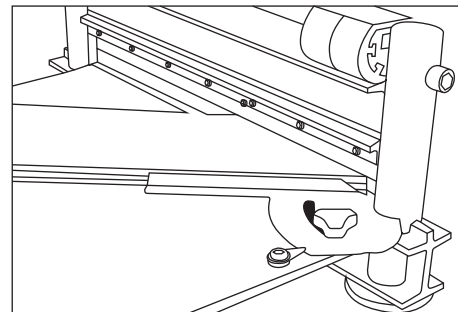

FIGURE 5
1. Pivoter l'attache d'angle à 45°. Insérer le matériau entre la lame de coupe et la base, contre l'attache d'angle comme illustré (Fig. 5), puis pousser le manche vers le bas pour couper le matériau.